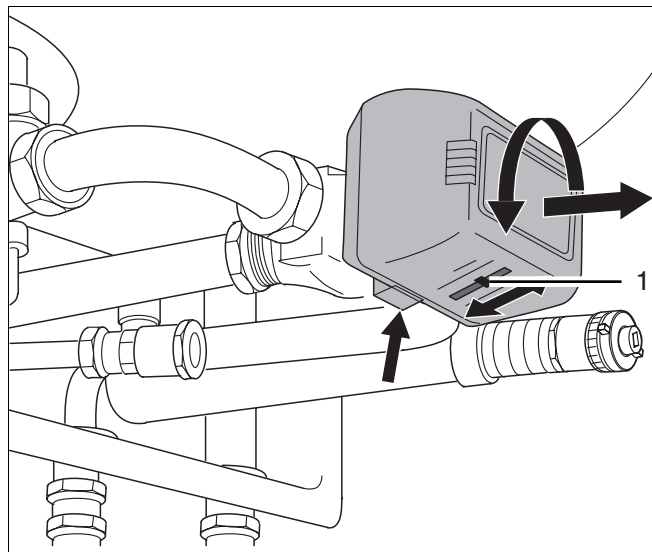

Abb. 53 Ansteuerung des Dreiwegeventils prüfen
- Arretierung am Verstellmotor eindrücken und Bajonettverschluss durch Linksdrehung (Abb. 53) lösen.
- Nachdem der Logamax plus GB112 in Betrieb gegangen ist, einen Warmwasserhahn öffnen. Läuft der Verstellmotor an - erkennbar an der Bewegung des Verstellhebels (Abb. 53, Pos. 1) - ist die Ansteuerung des Dreiwegeventils in Ordnung.